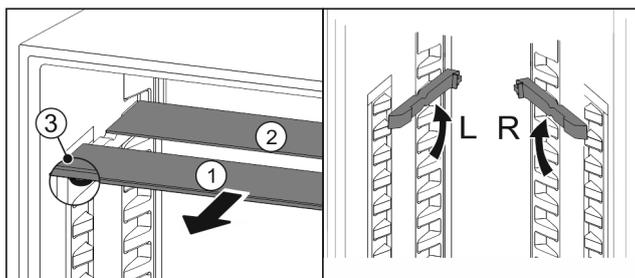

Fig. 23
- ▶ Посуньте Fig. 23 (1) скляну панель вперед.
- ▷ Скляна панель Fig. 23 (1) з декоративною планкою лежить спереду.
- ▷ Стопори Fig. 23 (3) показують вниз. Пристрої з морозильною камерою:*